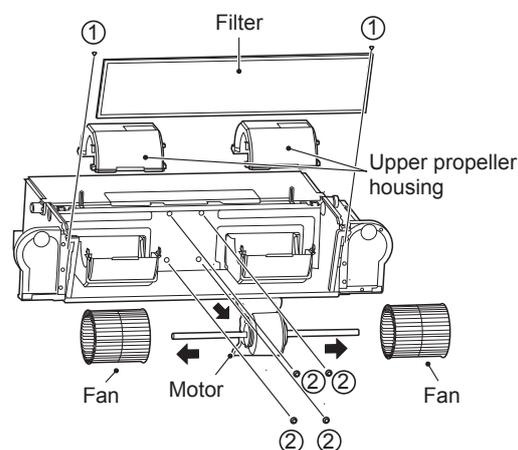

Figura 4-5 Desmontaje del filtro, la voluta superior y los tornillos del motor
- Como se muestra en la Figura 4-5, quite los tornillos ① *2 para poder sacar el filtro. A continuación, desmonte la voluta superior.